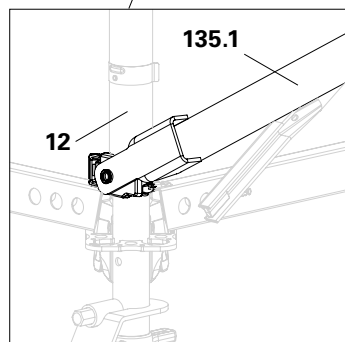

Abb. A15.07b
1. Multiabstützung (**135**) mit einem Außenrohr (**135.1**) vertikal aussteifen. Das Außenrohr am Vertikalstiel (**12**) (Abb. A15.07b) und am Innenrohr (**135.2**), nahe dem Außenrohr, montieren. Die Montageposition beeinflusst den Abstützwinkel.